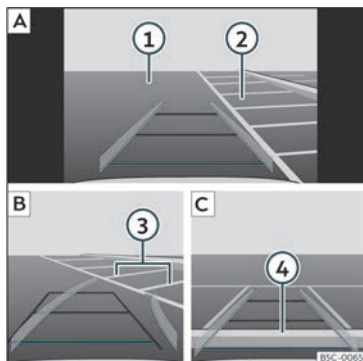

Fig. 177 Visualizzazione sul display del sistema infotainment: parcheggiare con l'assistente alla retromarcia.
Legenda della **fig. 177**:
- Posizionare il veicolo davanti all'area di parcheggio >>> **fig. 177** ② **A**.
- Retrocedere ruotando il volante in modo che le linee gialle entrino nell'area di parcheggio. Le linee verdi e gialle devono coincidere con le linee di contorno laterali ③ **B**.
- Fermare il veicolo quando la linea rossa ha raggiunto il limite posteriore ④ **C**.